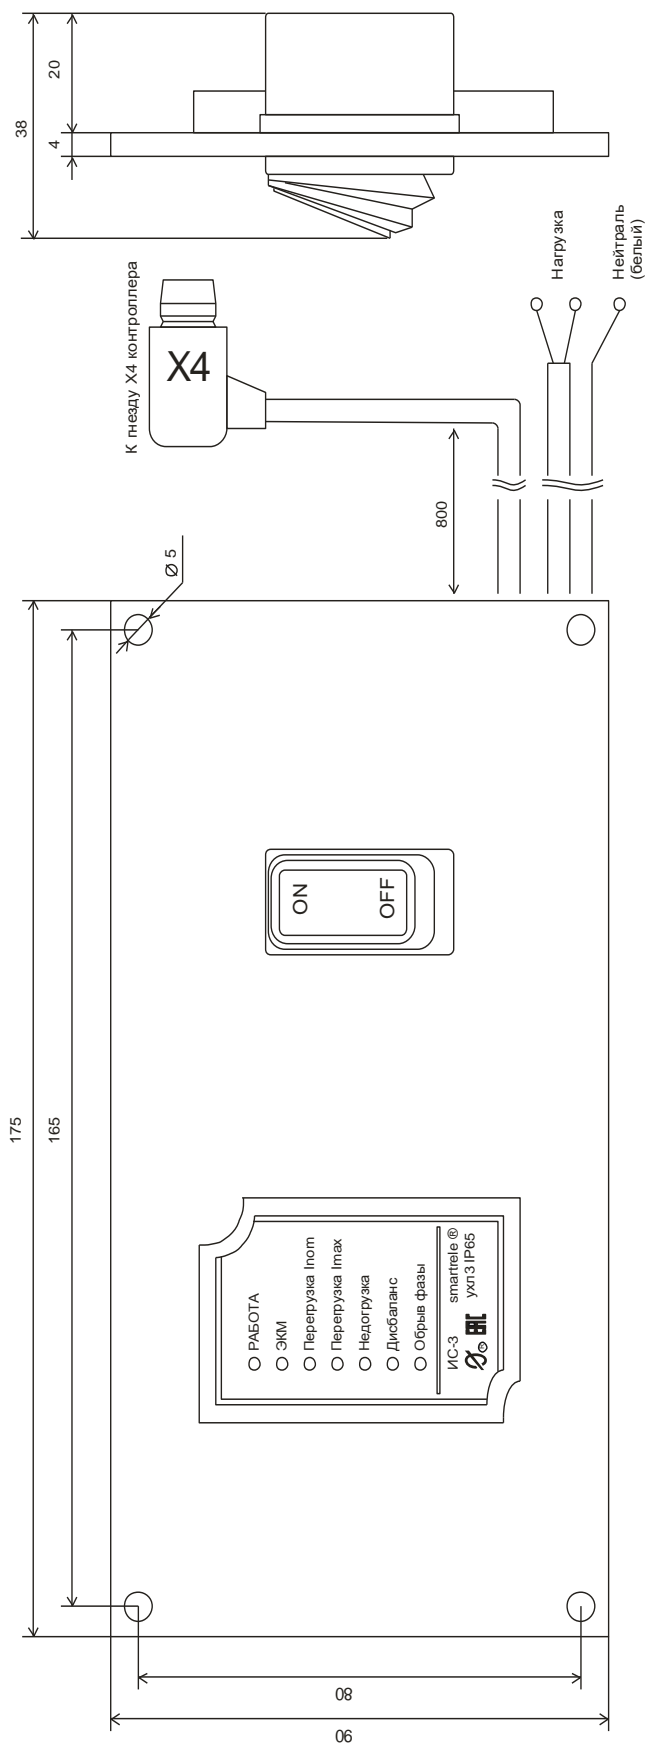

Рисунок 2 – Внешний вид и схема подключения индикатора сигнального ИСЗ
2.3 Модуль ИС3 (Индикатор сигнальный ИС3) (рис.2) представляет собой панель с расположенными на ней светодиодными индикаторами и тумблером для включения оборудования. Модуль обеспечивает индикацию режима работы электроустановки, предназначен для установки на электрический щит (шкаф, место оператора). Модуль соединяется с помощью двухпроводной линии с прибором защиты производства ООО НПП «СибСпецПроект» (совместимость уточнена в техническом паспорте на прибор). Допускается наращивать длину линии до 20 метров с соблюдением полярности подключения.